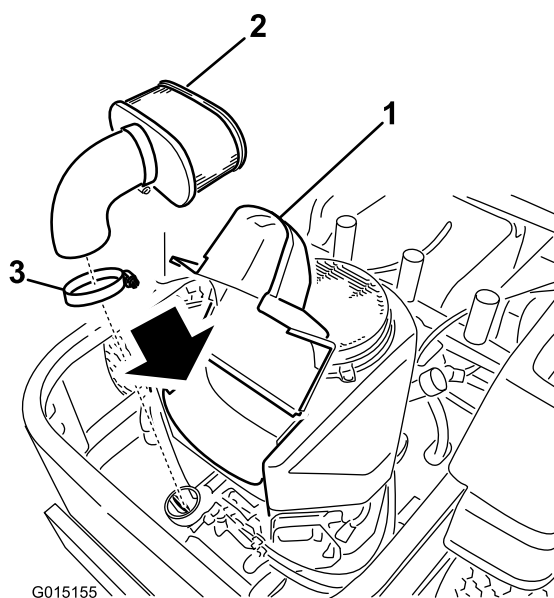

Figure 35
3. Nettoyez la surface autour du couvercle du filtre à air pour éviter que des impuretés n'endommagent le moteur en tombant à l'intérieur. Soulevez le couvercle et déposez le collier qui fixe l'ensemble filtre à air au moteur (Figure 35).
4. Desserrez le collier de flexible et retirez l'élément en papier (Figure 35).